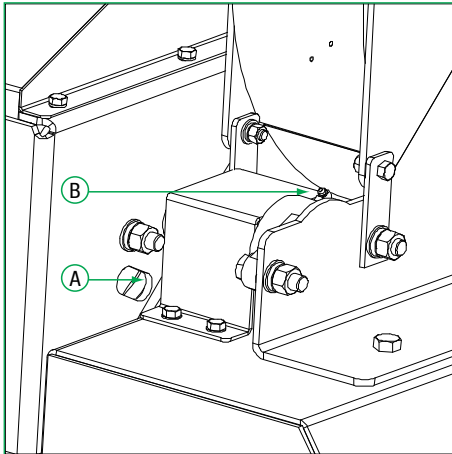

Fig. 1
- ✓ A, B (Fig. 1) cojinete del eje de transmisión.